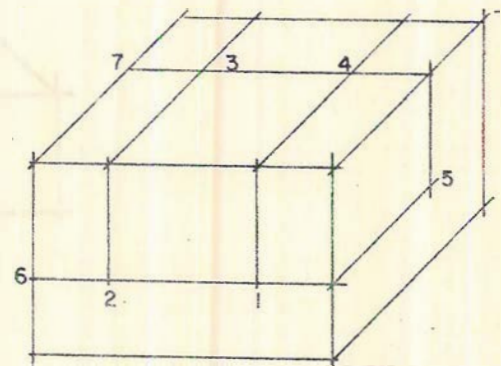

Fig. 14
c) Por los puntos señalados, trace paralelas a los ejes oblicuos determinando los puntos 1, 2...7 . Fig. 14